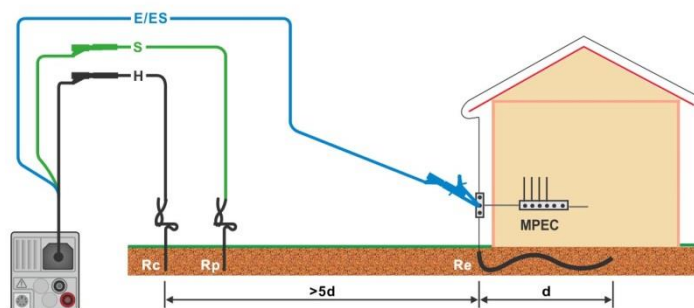
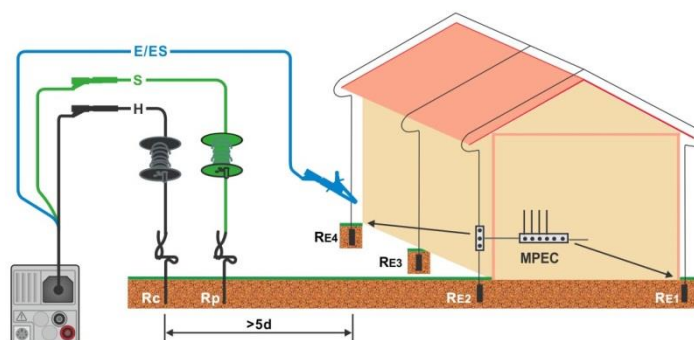

figura 7.40: Resistenza di terra, misura della messa a terra dell' installazione principale
figura 7.41: Resistenza di terra, misura di un sistema di protezione di illuminazione
- › Collegare I puntali all'oggetto in prova, vedere **figura 7.40** e **figura 7.41**.